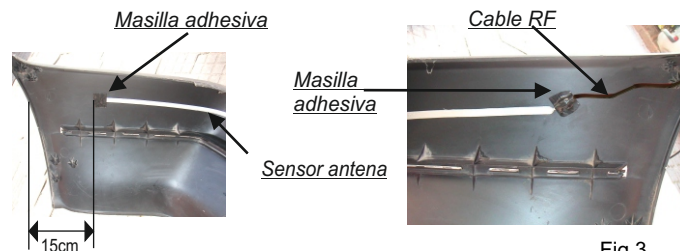

Fig.3
- 1) Es recomendado iniciar y terminar la aplicación de la cinta a aproximadamente 15 cm desde ambos extremos del parachoques (fig.3).